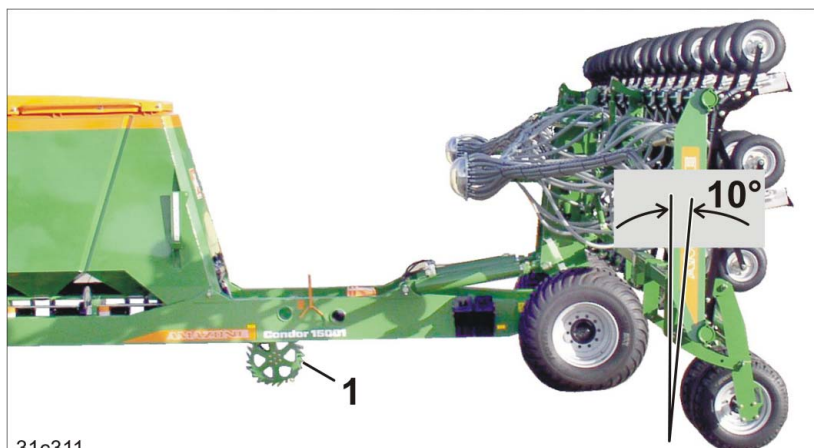

Рис. 166 31c311
4. Поднимите заднюю раму, установив ее под углом около 10° от вертикального положения (см. Рис. 166).
- При активации блока управления (желтого) колесо с почвозацепами (Рис. 166/1) поднимается.
При необходимости откорректируйте наклон задней рамы (см. Рис. 166).